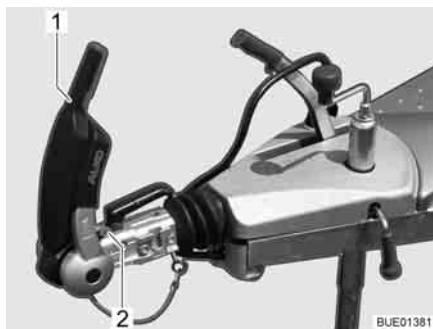

Fig. 178 Indicatore guarnizioni di attrito davanti e dietro
- Aprire la maniglia di stabilizzazione (Fig. 178,1).
Il controllo avviene mediante l'indicatore che si trova davanti alla maniglia del gancio (Fig. 178,2).